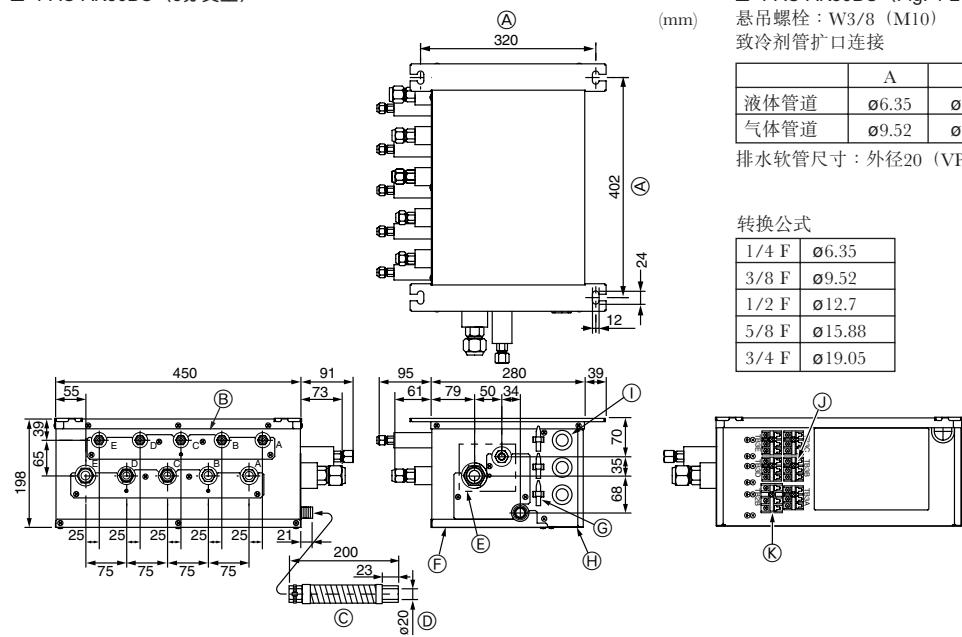

Fig. 4-2
#### ■ PAC-AK50BC (Fig. 4-2)
- (1) 以指定的间距安装悬吊螺栓（当地购买）(Fig. 4-2、4-3)。